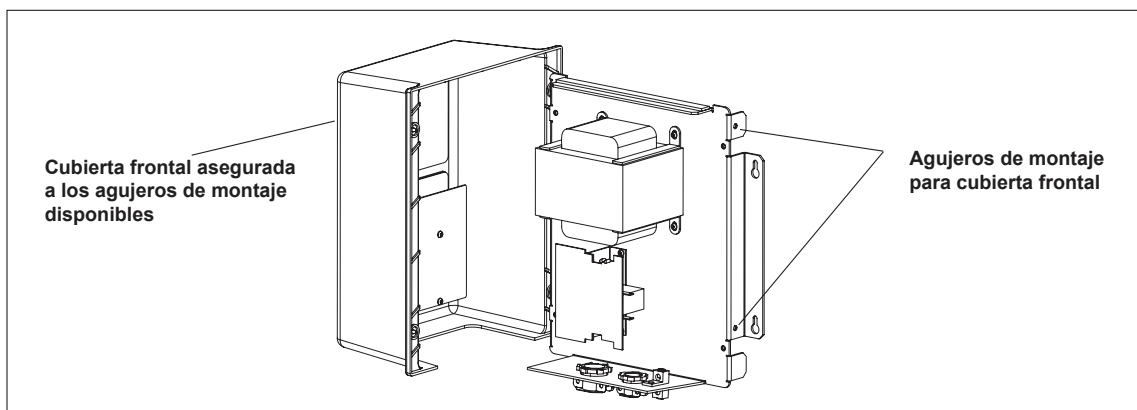

Figura 7. Asegurando la cubierta frontal del centro de control a la placa posterior
5. Usando dos de los cuatro tornillos de la cubierta frontal, fije la cubierta a la placa posterior del chasis. Por favor note que la placa posterior del chasis tiene agujeros de montaje en ambos lados que le permiten asegurar la cubierta a cualquier lado de la placa posterior mientras usted hace todo el cableado de las conexiones (vea Figura 7).